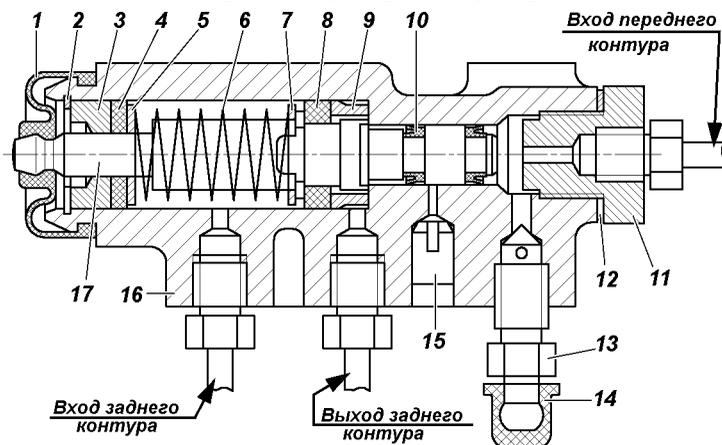

Рис. 9.24. Регулятор давления:
**Регулятор давления.** На автомобилях, не оснащенных антиблокировочной системой тормозов, устанавливается регулятор давления (рис. 9.24), который обеспечивает оптимальное распределение тормозных сил по осям автомобиля и не допускает блокировку задних колес раньше передних. При обслуживании проверяйте работоспособность регулятора давления. Очищайте регулятор от грязи и проверяйте надежность
При нажатии на педаль тормоза поршень 17 (рис. 9.24) регулятора давления должен выдвинуться из корпуса на 1,7 - 2,3 мм. Отсутствие хода поршня, а также его недостаточный или чрезмерный ход свидетельствует о неисправности регулятора или его привода.
3. Заверните болт 3 до соприкосновения его с хвостовиком поршня 17 (рис. 9.24) регулятора.